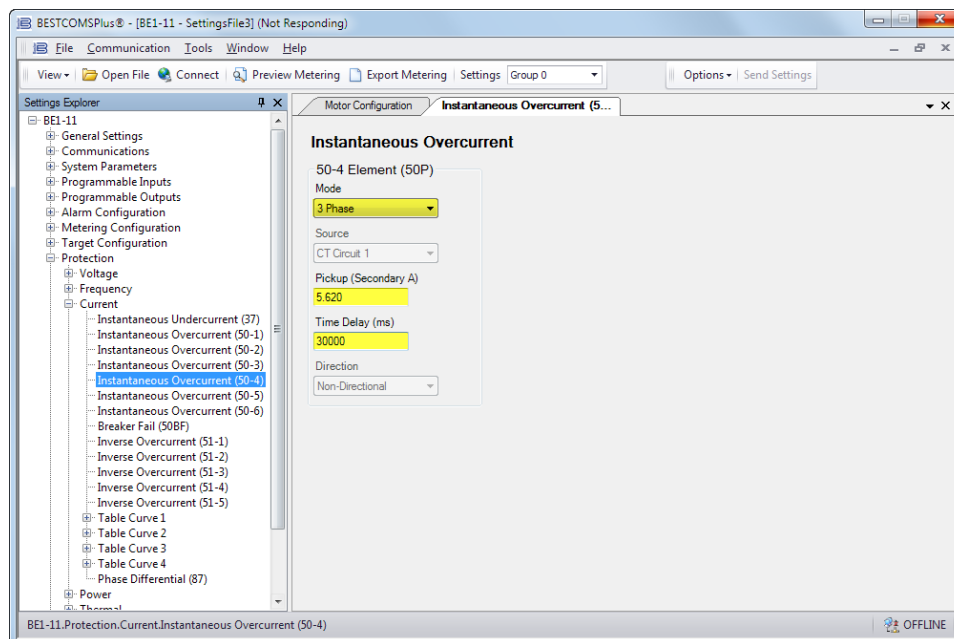

Figura 2-11. Pantalla Sobrecorriente instantánea (50-4)
- Paso 7: En el Explorador de ajustes, expanda Protección, Corriente y seleccione la pantalla Sobrecorriente instantánea (50-4). Consulte la Figura 2-11.